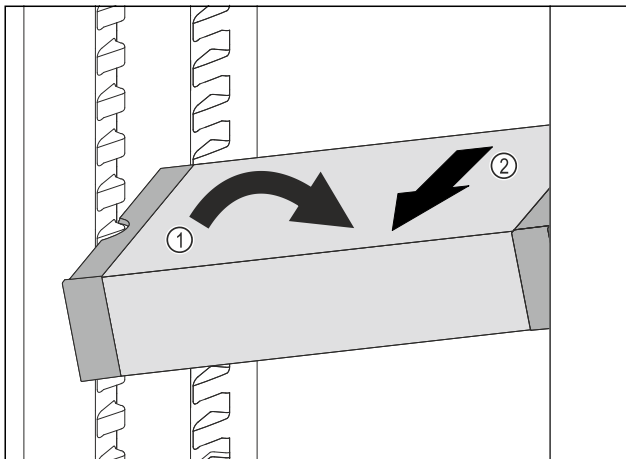

Fig. 79
- ▶ Встановити VarioSafe під кутом в охолоджувальному відділенні. Fig. 79 (1)
- ▶ Витягнути VarioSafe вперед. Fig. 79 (2)